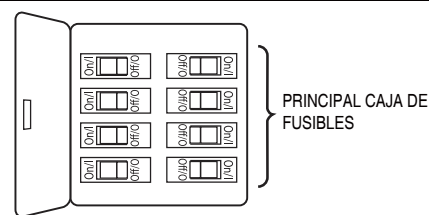

Figura 1
1. Extraiga una de los tornillos de hombro en el soporte del gancho. Afloje el segundo tornillo de hombro sin extraiga completamente. Instale la cubierta rotando la ranura clave en la cubierta sobre el tornillo de hombro del soporte del gancho. Fije el tornillo de hombro. Instale adecuadamente y fije el segundo tornillo de hombro que fue anteriormente guardado. (Figura 1)